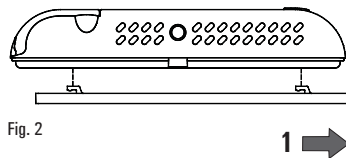

Fig. 2
- 2 Fixer la plaque directement au mur ou dans le boîtier de dérivation de 2 ou 3 modules à travers les deux orifices pour vis avec un entraxe de 60 mm ou 85 mm, en faisant attention à faire passer les câbles par la fente, comme indiqué dans la Fig. 2.